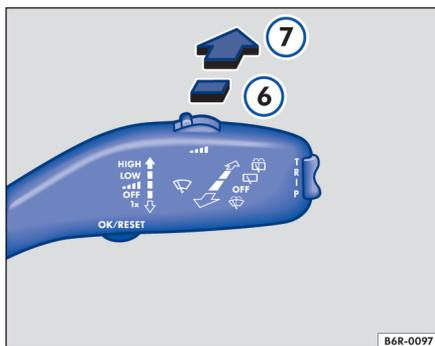

图 102 挡风玻璃雨刮器拨杆: 后窗雨刮器操作
- 将挡风玻璃雨刮器拨杆向前按到位置 ⑥ → 图 102。大约每隔六秒, 雨刮器刮一次车窗 → ①。